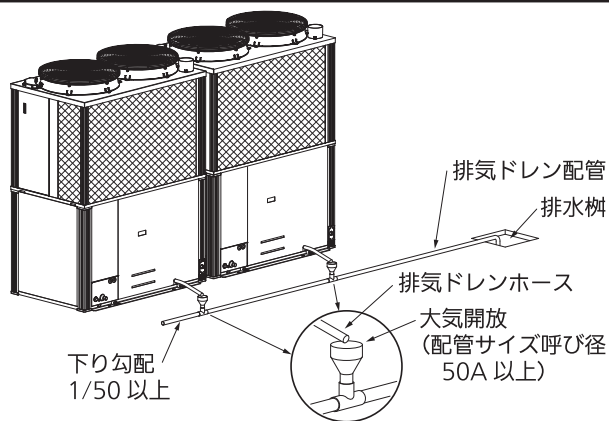

図 12：排気ドレンを排水桟に接続する場合
- 室外ユニットの排気ドレンをふたのある排水桝、溝等に接続する場合や、同一箇所に排出する場合は、図 12 のように排気ドレン中の排気ガスを大気に放出する配管仕様にしてください。（受側配管の口径は、呼び径 50A 以上としてください。）排気ガスが建物内、室内外ユニットに流入し、中毒や機器腐食などの原因になります。
- ドレン配管は 1/50 以上の下り勾配とし、口径を縮管しないでください（図 12,13）。また、配管の途中にトラップや山越えを作らないようにしてください。